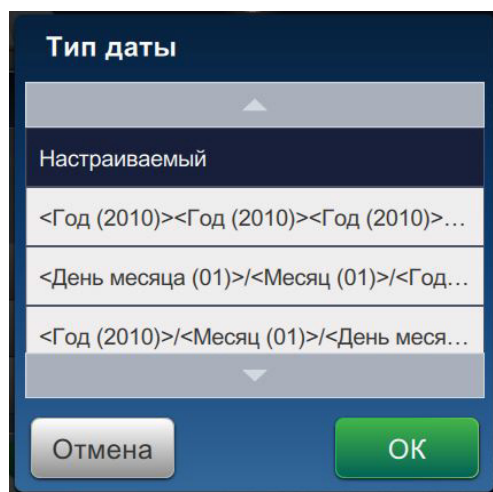

Рис. 5-9: Экран настройки формата даты
1. На экране «Настройка даты» выберите опцию *Настраиваемая* из раскрывающегося списка «Тип даты», как показано на Рис. 5-9. Нажмите кнопку  .